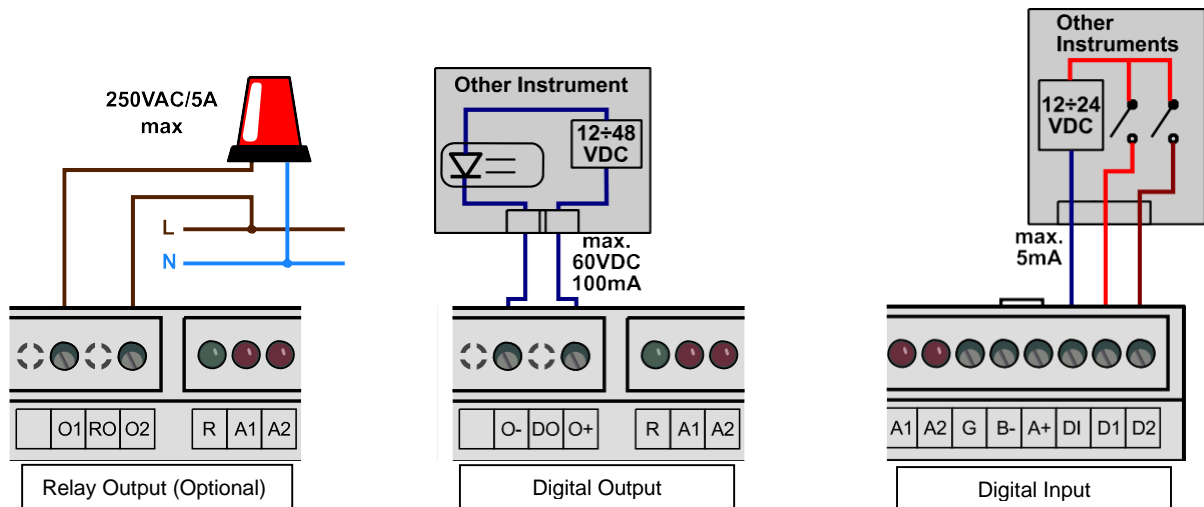

Bild 6: Ein Beispiel für die Kabelverbindung von Eingängen und Ausgängen im UMD 704.
**Digitale Eingänge** DI1 und DI2, spannungsempfindlich, nutzen drei Anschlüsse im DI-Block — DI ist der übliche Anschluss, D1 ist erster und D2 ist zweiter Digitaleingang. Eine angelegte Spannung von weniger als 3V zwischen DI und Digitaleingang D1 oder D2 wird als inaktiver Status bewertet, Spannung größer als 10 V wird als aktiver Status bewertet. Im Bild 6 rechts ist ein Beispielschema für die Verbindung von zwei externen Schaltern in Reihe mit einer Spannungsquelle von 24 V DC.
**Digitaler Ausgang (optional)** verbunden durch die Anschlüsse O+ und O-. Es muss eine externe Spannungsquelle in Reihe geschaltet werden (24 V DC ist empfohlen). Im Falle von halbleiterbasierten DO-Ausgängen muss die Polarität der externen Spannungsversorgung mit der Polarität der Anschlusspole übereinstimmen (siehe Bild 6). Im Falle des Relaisausgangs kann die Polarität frei gewählt werden. Ladungen einer maximalen Leistung von 750 VA/90 W oder 3 A können direkt im 230 VAC Netzwerk kontrolliert werden.